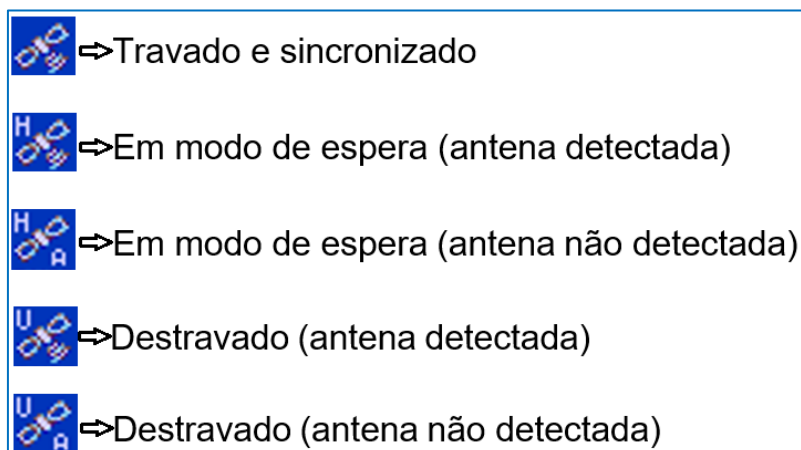
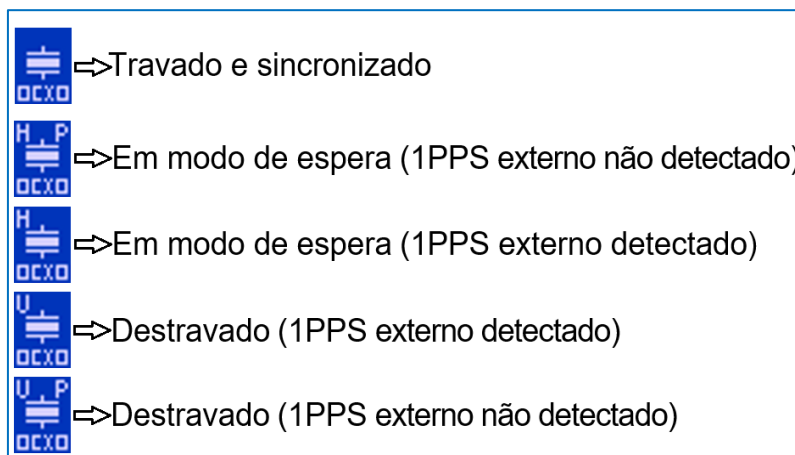

Figura 17 – Modo Receptor GNSS
Figura 18 – Modo Receptor OXCO
9. **Status do Módulo de Sincronização:** Vide Figura 17 – Modo Receptor GNSS e Figura 18 – Modo Receptor OXCO.